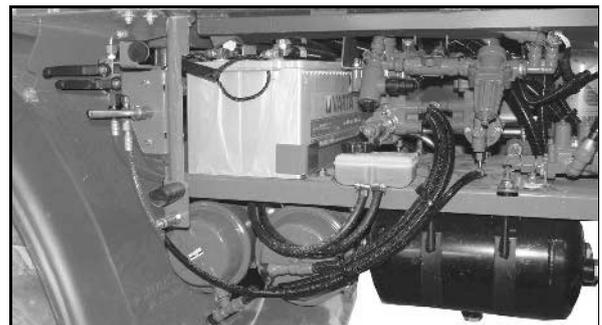

Fig. 175
1. Premere la cinghia trapezoidale (Fig. 175/1) con chiave a tubo (Fig. 175/3) in direzione della freccia finché un perno di tenuta da \varnothing 6mm (Fig. 175/4) non possa essere fissato nel foro di montaggio.
A questo punto la cinghia poly V (Fig. 175/2) è priva di tensione.
2. Estrarre la cinghia poly V (Fig. 175/2) dapprima dai rulli più piccoli o dal rullo tendicinghia
4. Applicare la nuova cinghia poly V (Fig. 175/2).
6. Serrare nuovamente la cinghia poly V e la chiave a tubo (Fig. 175/3). Assicurarsi che la cinghia poly V poggi correttamente nella sua guida.